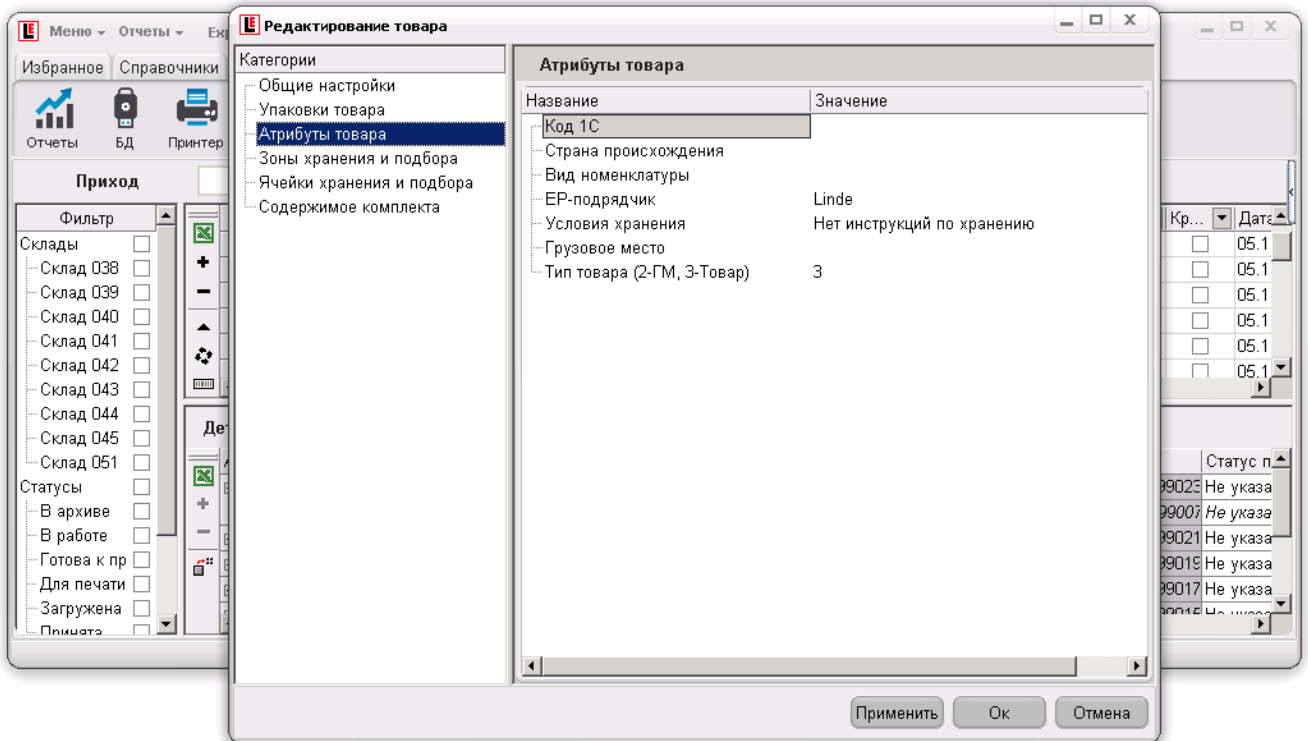

Рисунок 5.5.
3) Атрибуты товара (рис. 5.5):